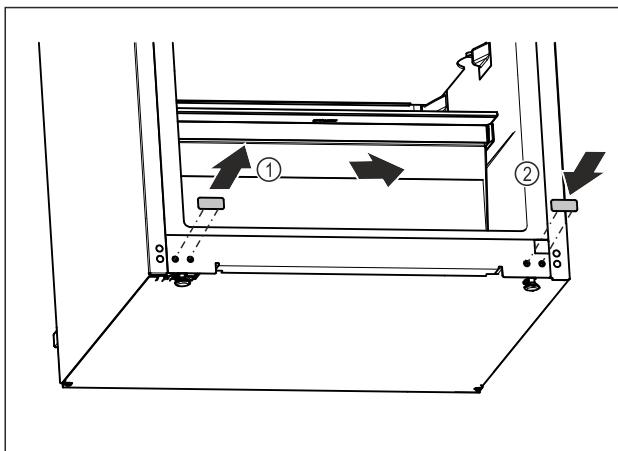

Fig. 12
- Витягніть заглушки. Fig. 12 (1)
- Вставте заглушки з протилежного боку. Fig. 12 (2)